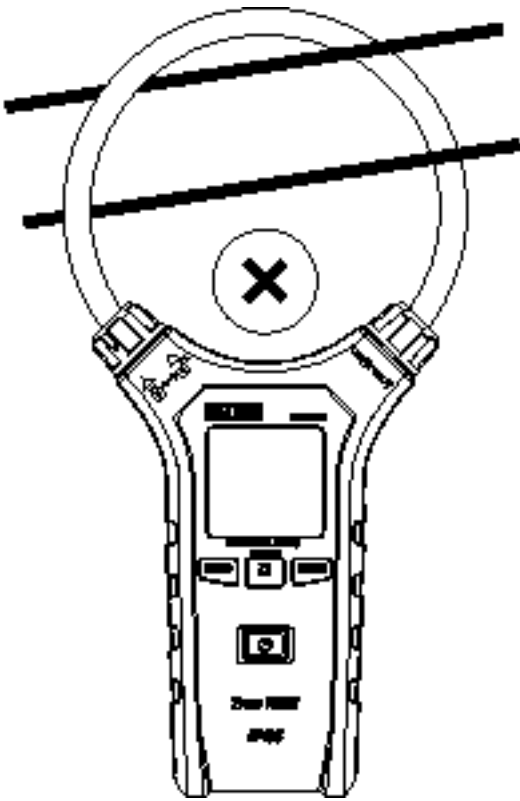
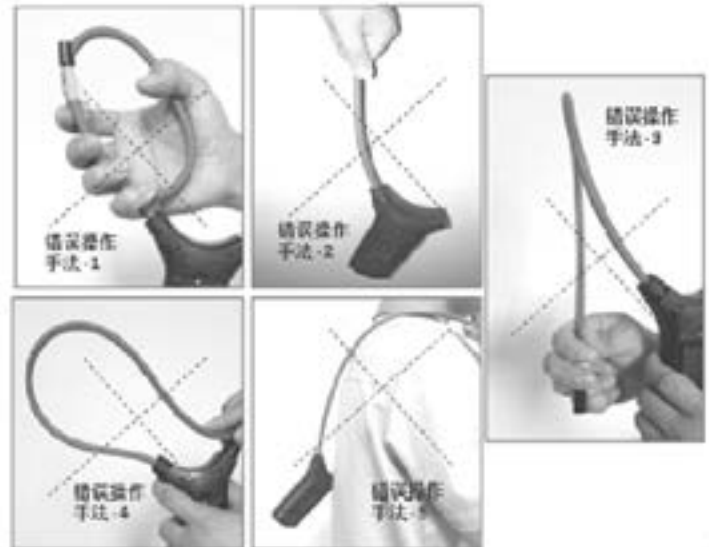

Figura 5.1
Figura 5.2
8. No haga los siguientes hechos erróneos y las operaciones incorrectas. (Figura 5.1 y Figura 5.2).